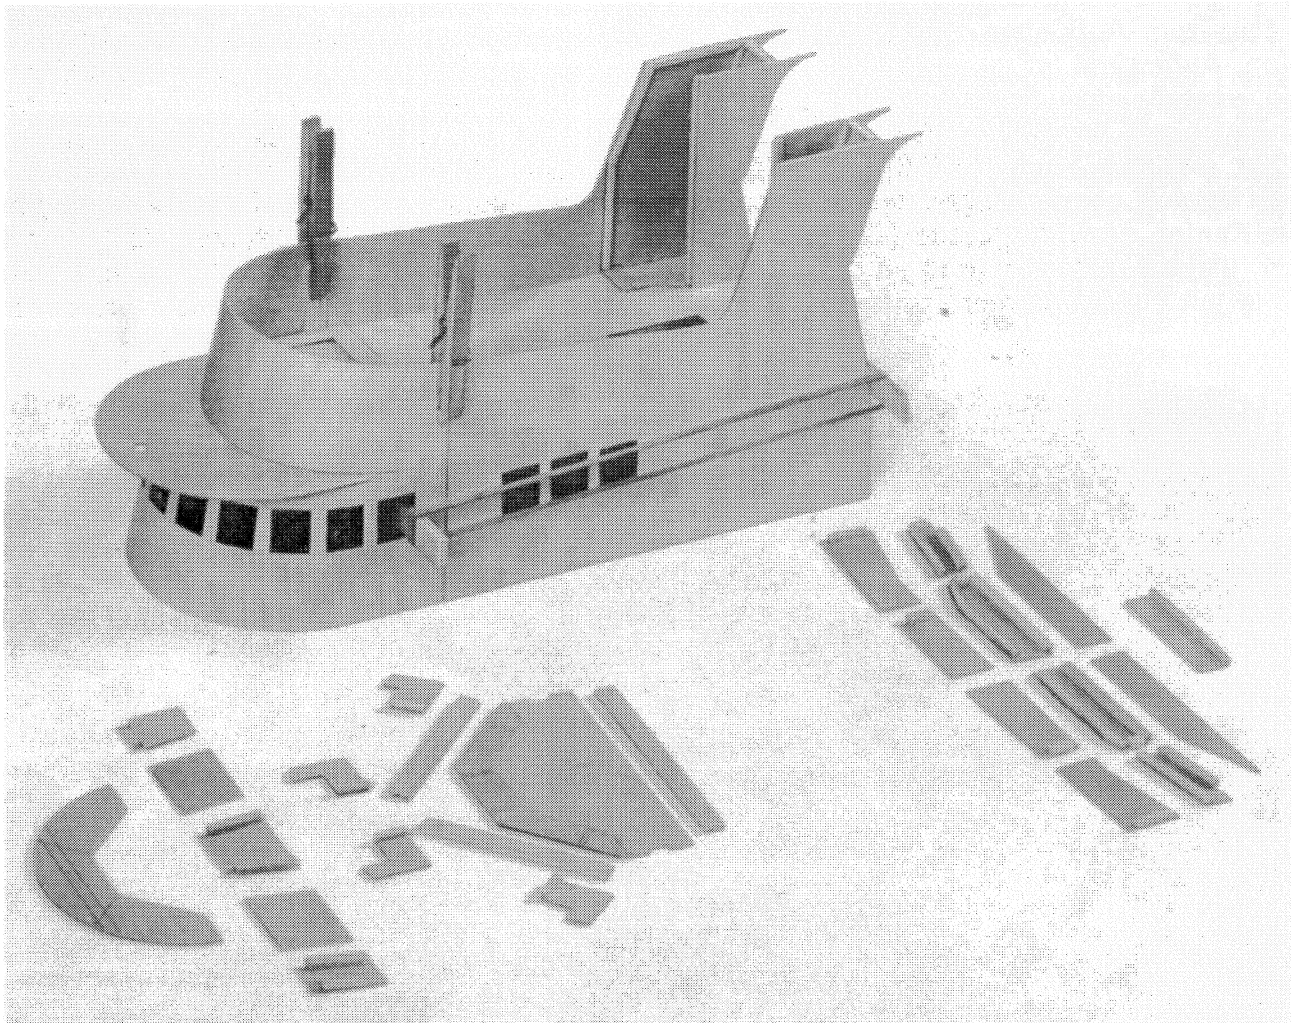

Abb. 10. Die Abbildung zeigt, wie die Vorderwände gehalten werden, bis der Klebstoff getrocknet ist. Einige Sperrholzteile liegen zum Ankleben davor.
Das Formteil (103) kleben wir auf das Peildeck. Es dient als Anlage für die Peildeckwand. Unter dem Peildeck passen wir nun die Vorderwand (104) an. Eventuell ist ein wenig Nacharbeit erforderlich. Nun geben wir Klebstoff an die Flächen und setzen das Teil satt anliegend darauf. Gehalten wird das Teil, bis der Klebstoff getrocknet ist, mit Leisten und Gummiringen, wie es Abbildung 10 zeigt. Am Stoß können auch noch einige Stecknadeln eingedrückt werden. Ebenfalls auf der Abbildung ist zu sehen, wie wir die Peildeckwand (105) ankleben und halten.